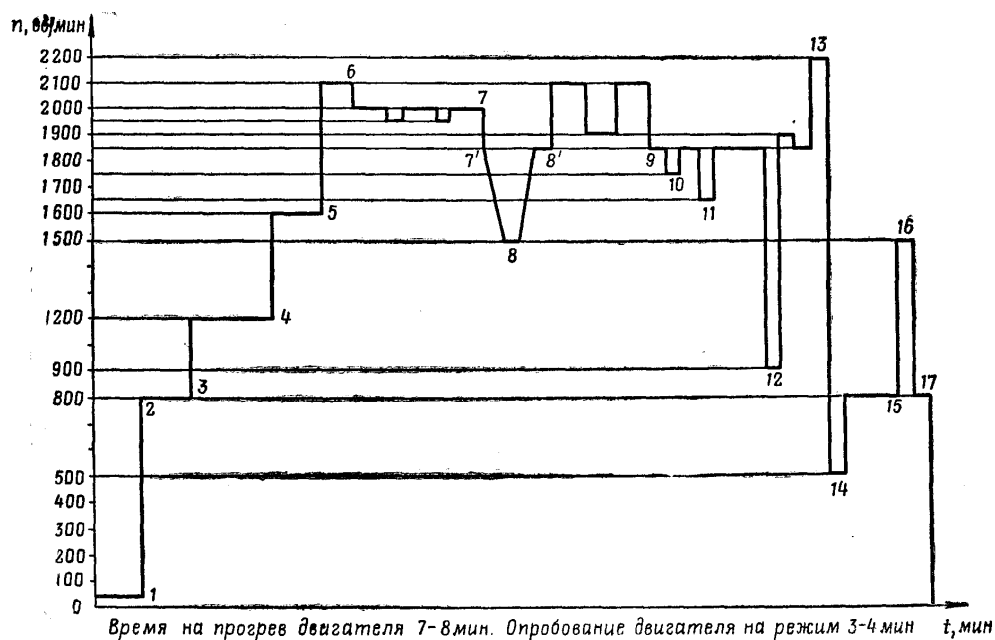

Рис. 9. График пробы двигателя АИШ-62ИР:
4. Проверить работу двигателя на номинальном режиме (рис. 9). При этом показания приборов должны быть: